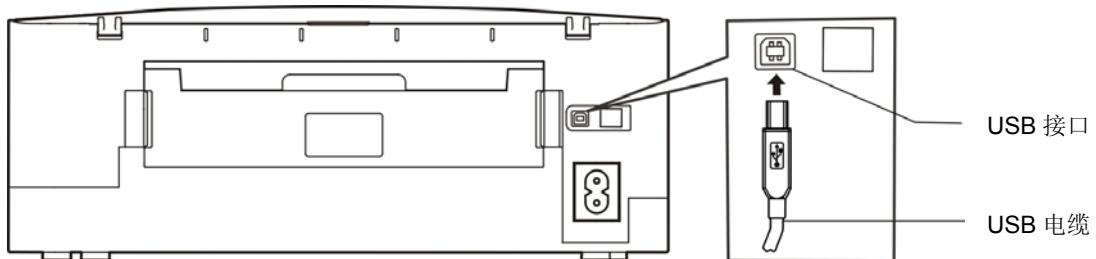
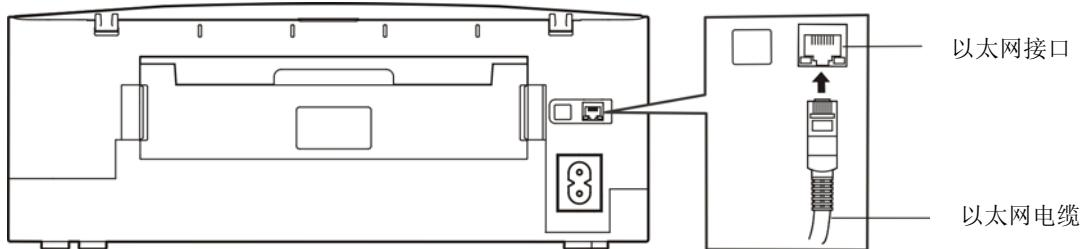

图 2-8 连接 USB 电缆
图 2-9 连接以太网电缆
本喷墨打印机可配置 USB 接口、以太网接口、Wi-Fi、4G (产品的具体接口配置, 以实物为准)。请根据需要, 把喷墨打印机与计算机相连 (如图 2-8 和图 2-9 所示)。
2. 将 USB 电缆的方型插头插进打印机的 USB 接口插座中 (如图 2-8 所示)。
将以太网电缆的 RJ-45 插头一端插进打印机的以太网接口插座中, 另一端插头连接到局域网的接入端 (如图 2-9 所示)。